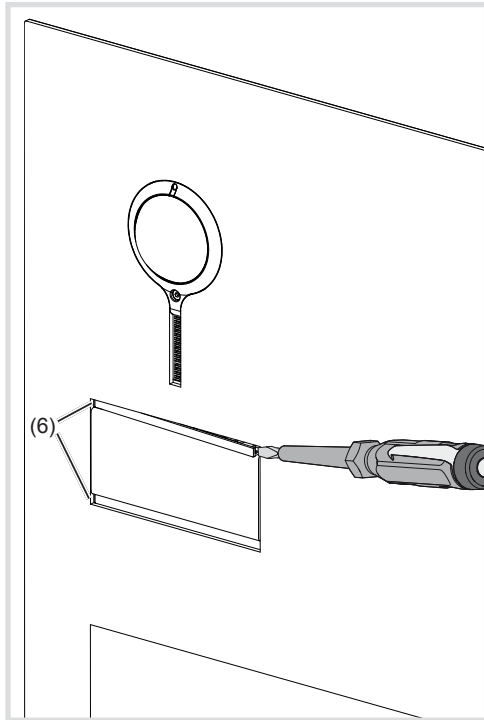

Bild 17: Lösen der Abdeckstreifen
- Die verriegelnden Abdeckstreifen (6) oben und unten mit dem Schraubendreher nach vorne hebeln und entnehmen (Bild 17).